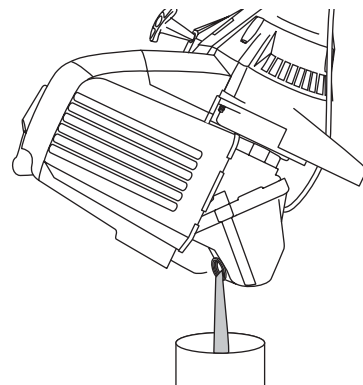

Fig. 25
- Versez l'huile de l'orifice de remplissage dans un récipient en inclinant l'appareil à la verticale (Fig. 25). Allouez assez de temps pour une vidange complète.